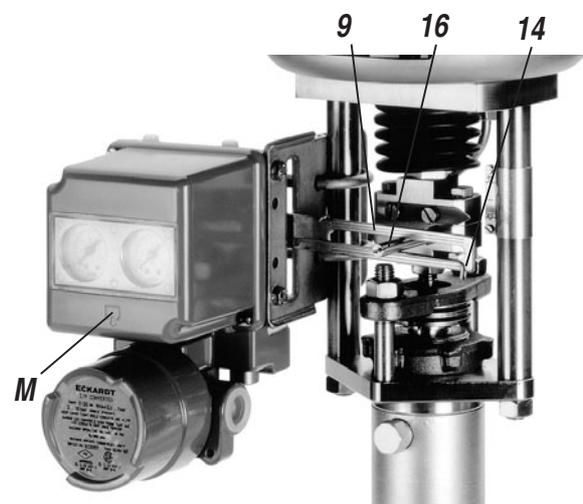

Abb. 12: Pfeilerlaterne, Montageseite links
- Anlenkbolzen **16** in die Antriebskupplung schrauben (siehe Abb. 12).
Befestigungslasche **20** mit Schraube M8 am vorgesehenen Innengewinde der Guslaterne befestigen (siehe Abb. 12). Dadurch ist gewährleistet, dass der Anlenkhebel **9** bei 50 % Hub waagrecht steht.
- Gehäusedeckel so anschrauben, dass sich die Kondenswassernase bei angebautem Gerät **unten** befindet (siehe Markierung 'M' in Abb. 12).